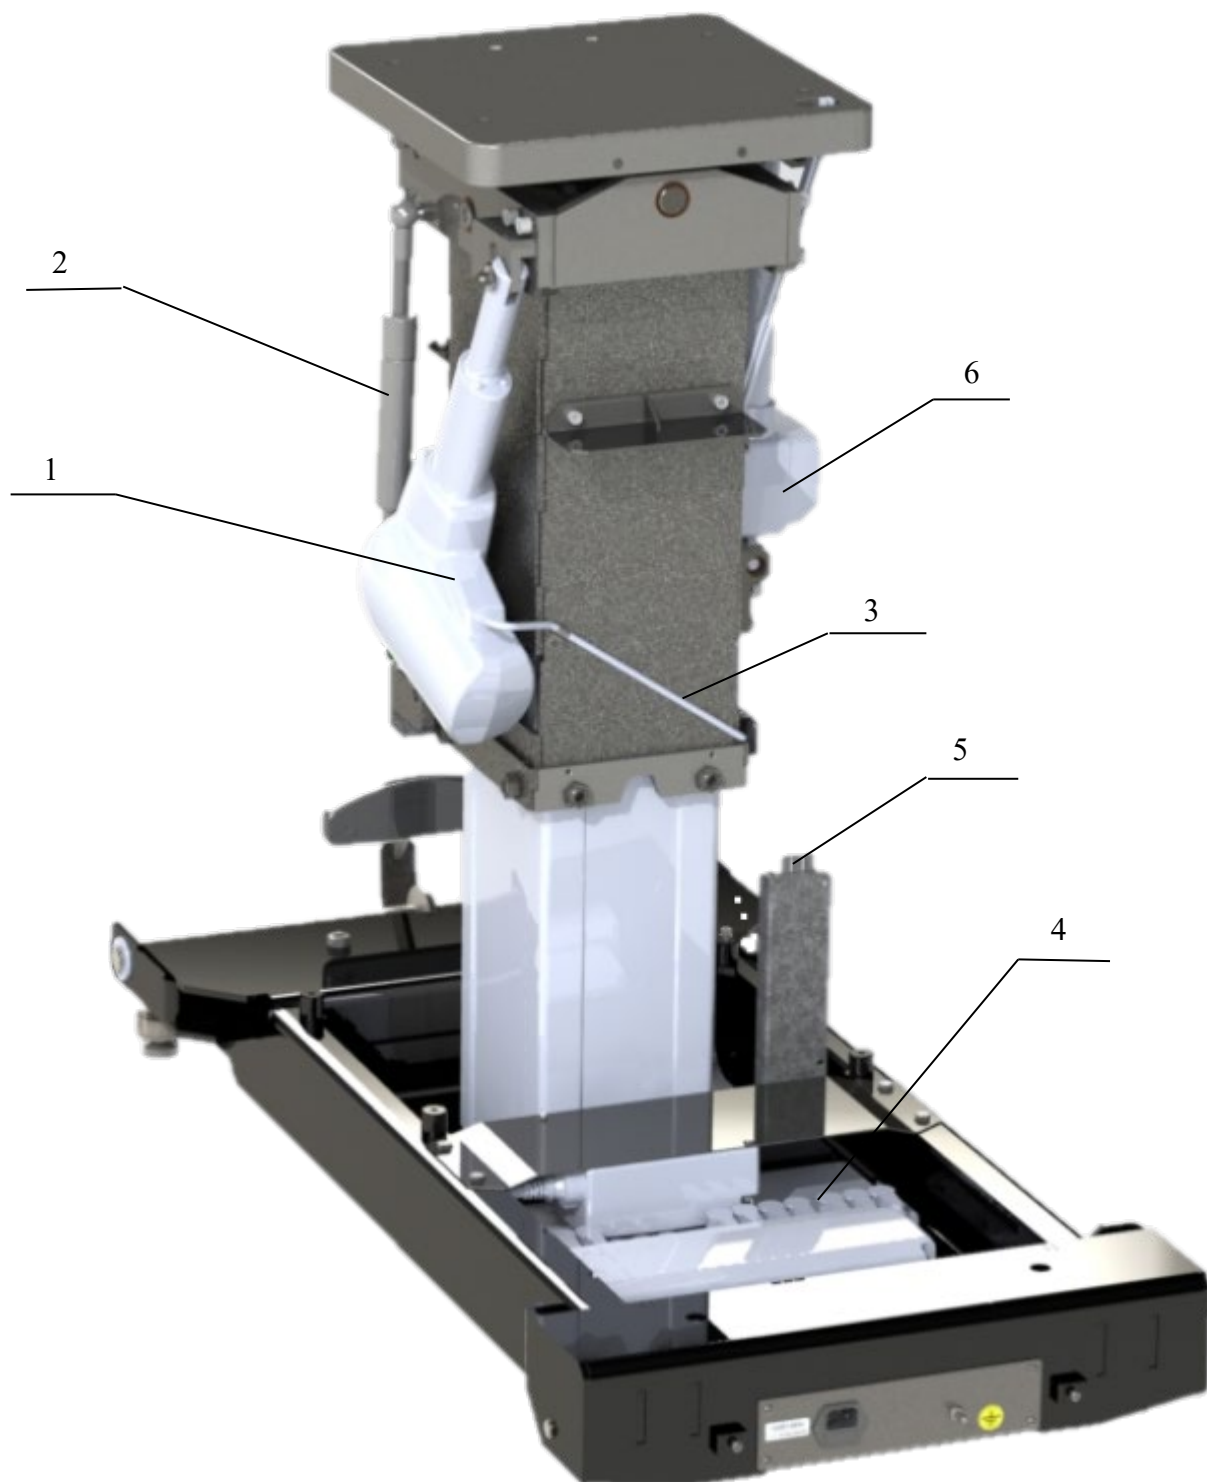

Рисунок 16. Замена электроприводов.
- снимите шпильки и шайбы с осей привода 1 (Рисунок 16);
Снятие и установка привода бокового наклона 6 (Рисунок 16) производится аналогично действиям, описанным в п. 12.6.1, за исключением того, что панель стола необходимо удерживать в боковом направлении.